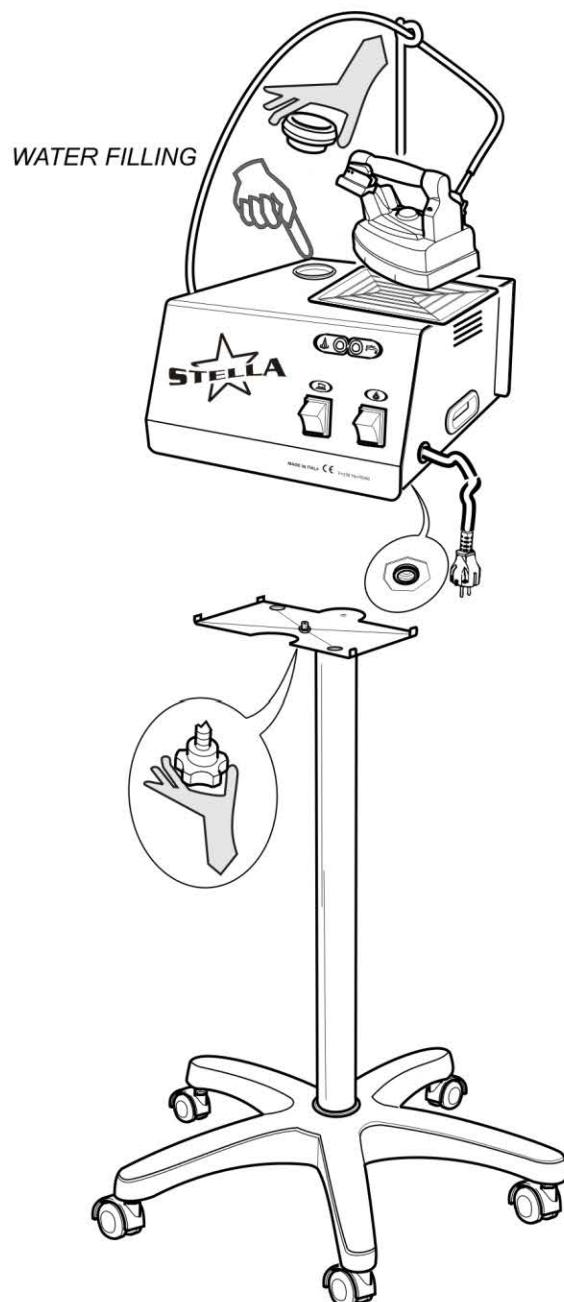

Fig. 2
5. Для STELLA, поставляемой с подставкой: привинтите ручку подставки к соответствующему соединению под основанием STELLA (рис. 2).
1. Открутите пробку котла (рис.1), наполните парогенератор водой (рис.2) примерно 1 литр (советуем вам использовать воронку). Возьмите пробку за пластиковый колпачок и ввинтите его снова (см. пункт 8)
5. Когда парогенератор STELLA будет использоваться вкупе с гладильной доской без всасывания, на ней могут появиться водяные пятна. В таком случае уменьшить поток пара из утюга с помощью круглой рукоятки регулировки пара (Рис. 2). Поэтому мы советуем использовать устройство с доской, имеющей функции всасывания и подогрева.
Возможно долить воду в STELLA в любое время во время глажения, даже когда под давлением. Отвинтите пробку для воды и заполните бак водой до желаемого уровня, следя за тем, чтобы не допустить переполнения и выливания (рис. 2). Пополнение воды необходимо, когда вы слышите акустический сигнал (зуммер) и загорается красный индикатор (см. пункт 7). Рекомендуется сразу добавлять воду, как только срабатывает звуковой сигнал, чтобы избежать слишком сильного снижения давления в STELLA и, следовательно, остыивания воды.